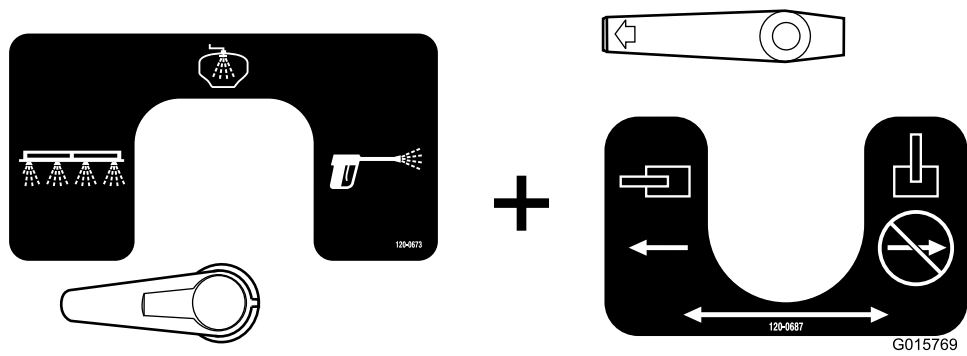

Bild 36
- Dies ist die Auslegerkonfiguration (Bild 36). Verwenden Sie diese Einstellung, um Spülwasser mit den Auslegern zu verspritzen.